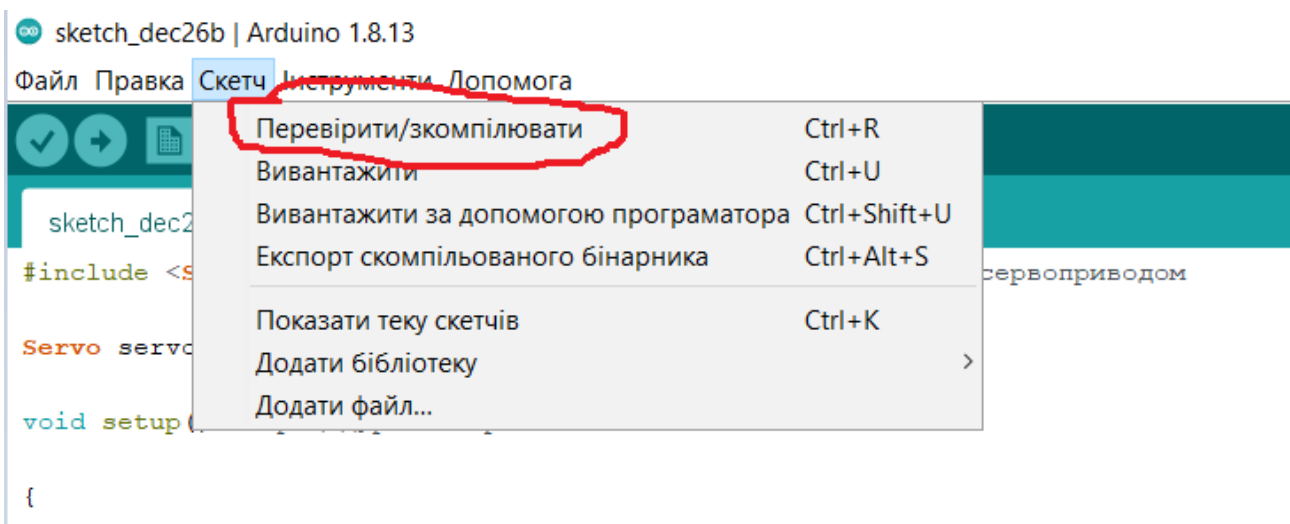

Рис.3.19 – Перевірка та компіляція програмного коду в Arduino IDE.
4. Провести попередню перевірку та компіляцію розробленого програмного коду у середовищі Arduino IDE (рис.3.19)